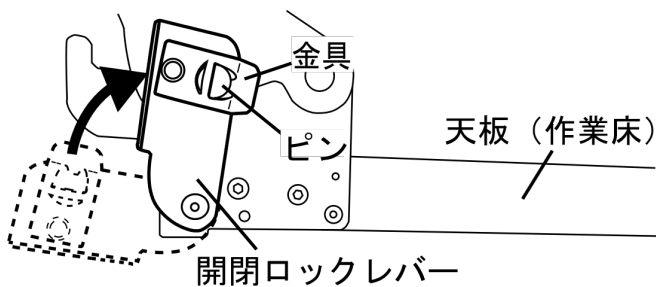

図2
②開閉ロックレバーを回転させ、金具でピンを挟んで脚部を固定してください(図2参照)。
③①で垂直に立てた被連結側本体の脚部(キャスター付側)を開き、開閉ロックレバーを再固定してください(図2、15参照)。
次に反対側に回り、連結側本体の開閉ロックレバーの金具を被連結側本体のピンに固定してください(図2、16参照)。